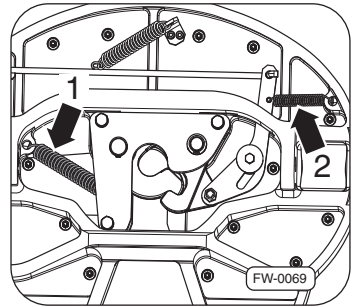

Abb. 30 · Feder aushängen
2. Die Feder am Schlossstück ⇒Abb. 30, -Pfeil 1- und am Entriegelungsgriff -Pfeil 2- aushängen.